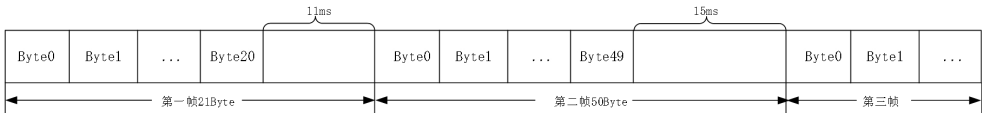

图 5.23 码间超时示意图
- 码间超时：该配置用于串口判断数据是否已接收完成。如图 5.23 所示，当码间超时配置成 10ms，如果串口传输过程中出现空闲超过 10ms 那么串口会把前面已收到数据当做一个分帧。用户需要根据波特率合理配置码间超时时间，避免出现码间超时小于一个码元时间。